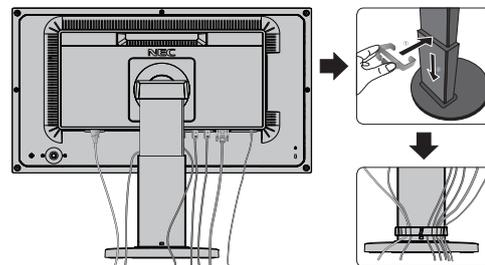

Figure C.2
6. Fixez l'anneau de maintien des câbles au socle (**Figure C.2**).